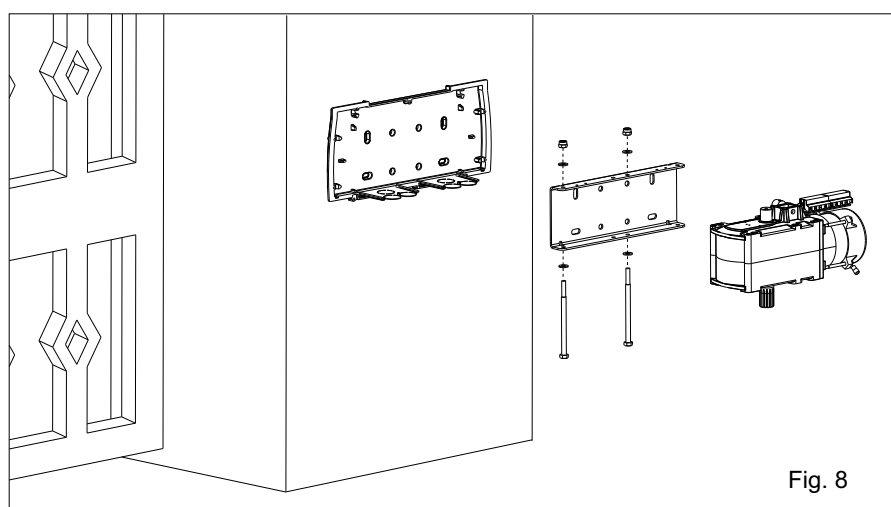

Fig. 8
- Monter le moteur sur la plaque d'ancrage utilisant les 2 vis fournies (Fig.8).